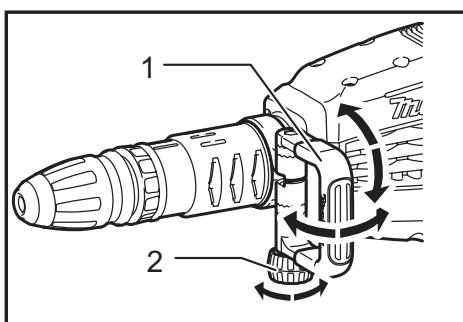

Fig.4
► Fig.4: 1. Side handle 2. Clamp nut